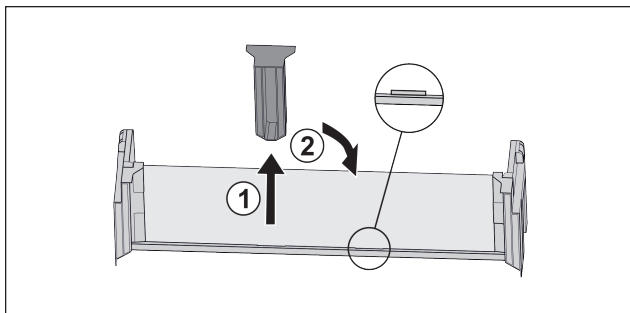

Fig. 54 *
- ▶ Trekk av den midtre holdedelen Fig. 54 (1)*
- ▶ Sett inn den midtre holdedelen i andre posisjon Fig. 54 (2)*